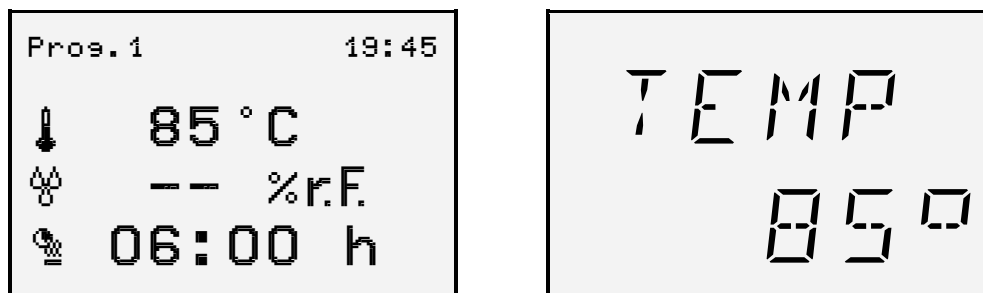

Fig. 4: Schermata "Sauna" (esempio)
18. Premere il tasto ▼. Viene visualizzata nuovamente la vista dell'attuale tipo di bagno (Fig. 4).
1. Viene visualizzata la schermata "Sauna" (Fig. 4), "Sauna a vapore" (Fig. 5) oppure "infrarossi" (Fig. 6).